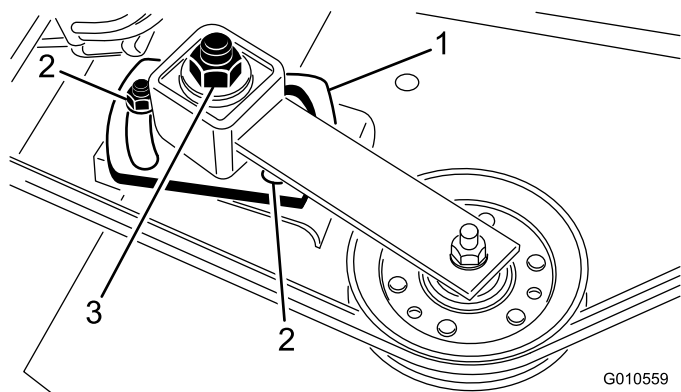

Figure 28
3. Desserrez les 2 écrous qui maintiennent la plaque de poulie de tension en place. À l'aide d'une clé dynamométrique à douille, serrez l'écrou de réglage de la poulie de tension à 24–41 Nm (Figure 28).